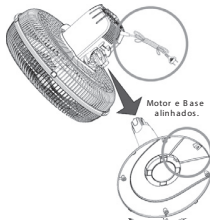

Figura 05
5. Alinhar a parte de trás do motor (lado do cordão) com a parte traseira da base (referenciar pelo rebaixo do encaixe). Conforme a **figura 05**.